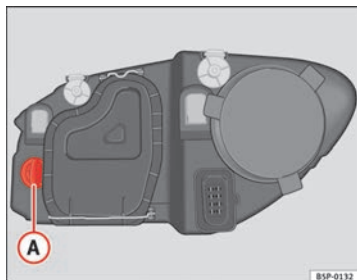

Fig. 165 Lâmpada das luzes indicadoras de mudança de direcção
- Rode o porta-lâmpadas ⇒ fig. 165 **A** para a esquerda e puxe.